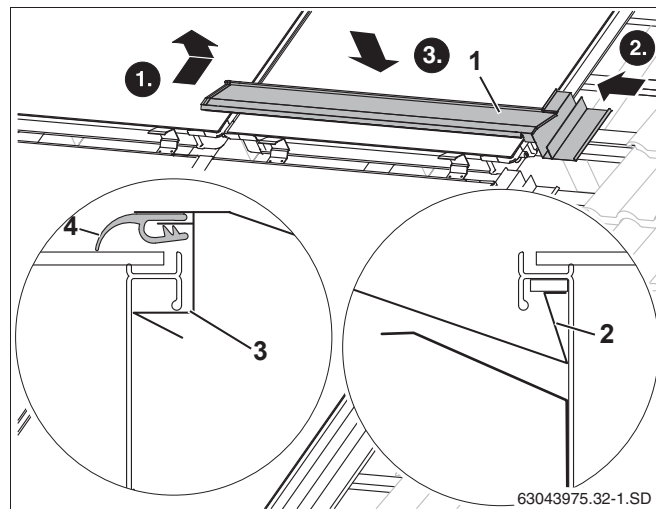

Рис. 52 Установка первого среднего накладного листа
- ▶ Уложите отогнутый край накладного листа (рис. 52, **поз. 2**) в раму коллектора.
- ▶ Подведите накладной лист (рис. 52, **поз. 1**) к коллектору и вставьте в правой боковой накладной лист.
- ▶ При нажатии на лист он входит под раму коллектора (рис. 52, **поз. 3**).
- ▶ Сверху на коллектор нужно уложить и вытянуть резиновый язычок (рис. 52, **поз. 4**).